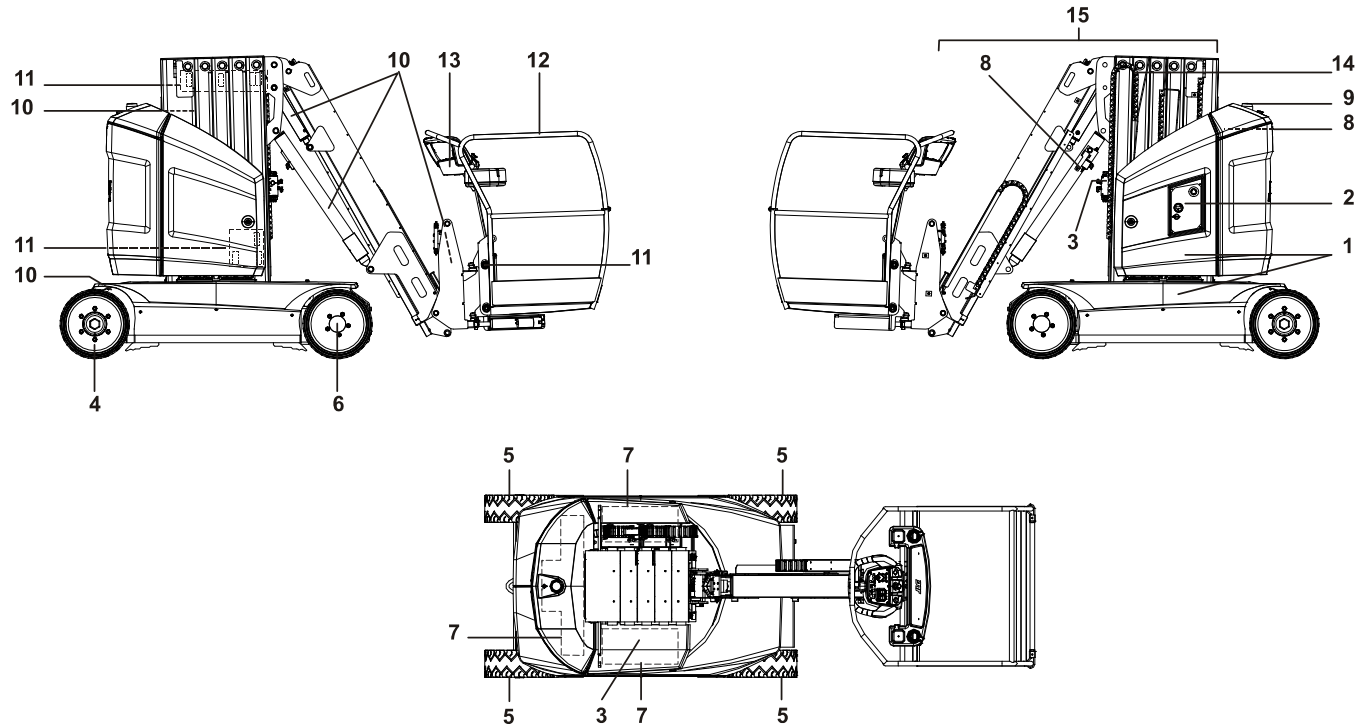

Bild 2-1. Tägliche Sichtkontrolle
5. **Begehungs" Inspektion** – Siehe Bild 2-1.
Die Sichtkontrolle bei Leg.nr. 1 beginnen; siehe Bild 2-1. Weiter jeden Punkt der Reihe nach auf die Bedingungen prüfen, die in der nachstehenden Prüfliste angegeben sind.